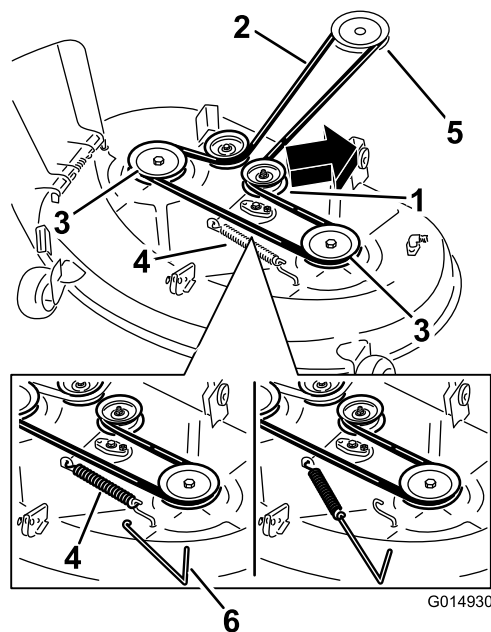
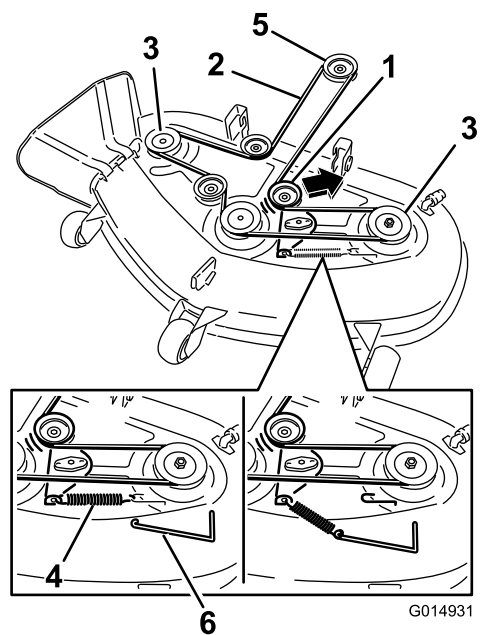

Figure 61
Figure 62
4. À l'aide d'un outil de dépose de ressort (réf. Toro 92-5771), décrochez le ressort du crochet sur le tablier pour éliminer la tension sur la poulie de tension et déchaussez la courroie des poulies (Figure 61 et Figure 62).
5. Acheminez la courroie neuve autour de la poulie du moteur et des poulies du tablier de coupe (Figure 62).
6. À l'aide d'un outil de dépose de ressort (réf. Toro 92-5771), accrochez le ressort au crochet situé sur le tablier, ce qui a pour effet d'exercer une tension sur la poulie de tension et la courroie du tablier de coupe (Figure 61 et Figure 62).